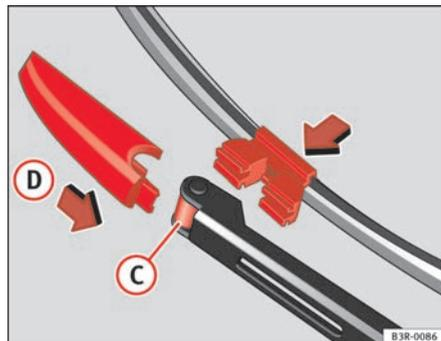

Fig. 170 Poser le balai
- Placez le balai d'essuie-glace neuf dans la fixation sur le bras d'essuie-glace ⇒ fig. 170 (C).
- Poussez le dispositif de verrouillage du balai d'essuie-glace dans le sens de la flèche (D) jusqu'à ce qu'il s'encliquette dans le bras d'essuie-glace de façon perceptible.